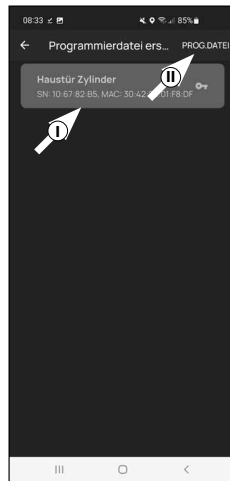

Abb. 3
- 3 Wählen Sie den Zylinder aus, für den Sie Informationen übertragen wollen (I) (Abb. 3) und danach auf „Prog. Datei“ oben rechts (II) (Abb. 3).